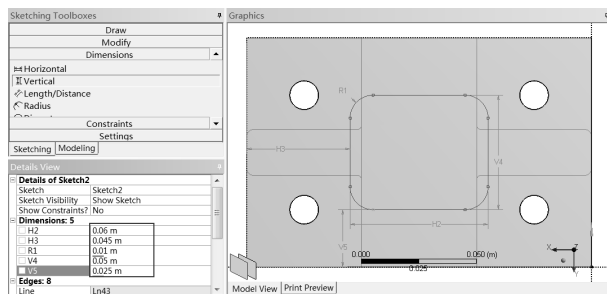

图 2-89 修改标注 1
Step11：如图 2-89 所示，在 Details View 面板的 Dimensions:5 中更改以下参数。
① 在 H2 栏中输入 0.06m；在 H3 栏中输入 0.045m。
② 在 R1 栏中输入 0.01m。
③ 在 V4 栏中输入 0.05m；在 V5 栏中输入 0.025m。